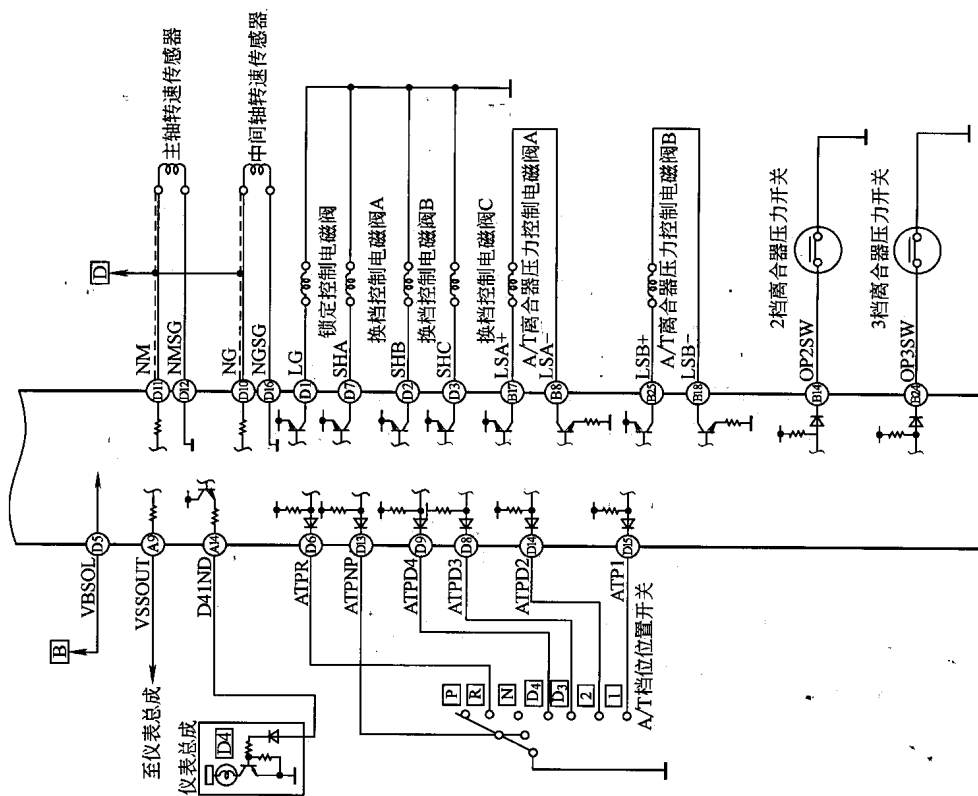

图 1-1-6 V6 发动机电控系统电路图 (三)
(2) V6 发动机电控系统电路图见图 1-1-4 ~ 图 1-1-6。